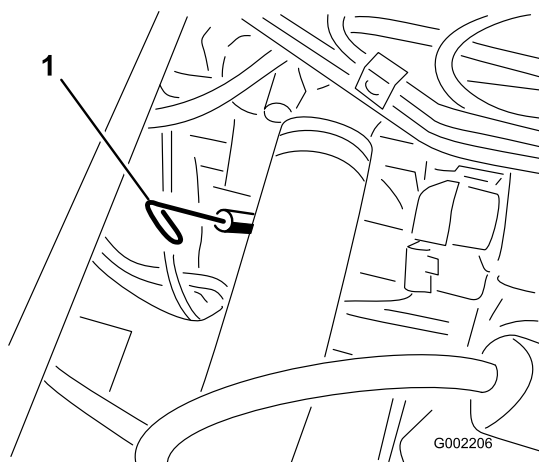

Figura 15
2. Retire a vareta, situada debaixo do banco do passageiro e limpe-a com um pano limpo (Figura 15). Volte a colocar a vareta no tubo e verifique se está completamente introduzida. Retire a vareta e verifique o nível de óleo.